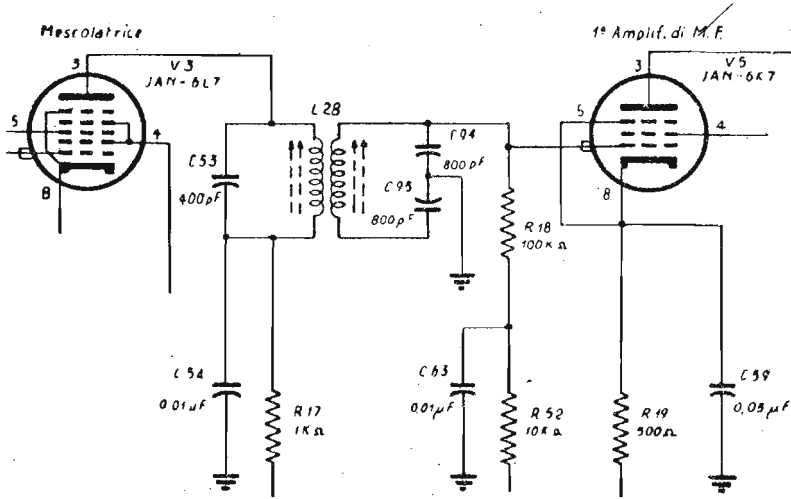

Fig. 10. Accoppiamento fra lo stadio mescolatore ed il 1° stadio di M.F.
- 3) Nei ricevitori BC 312-L ed M il secondario del trasformatore L 28 è sintonizzato dai due condensatori in serie C 94 e C 95, il cui punto di giunzione è collegato a massa (fig. 10).